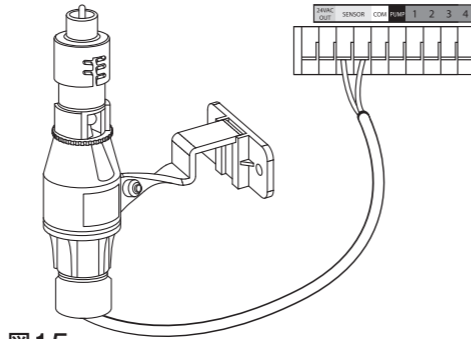

図15
- ・レインセンサーの2本のケーブルを、タイマーのSENSORと記されたところに接続する。(図15) (ケーブルはどちらをどちらの端子に接続してもかまいません)